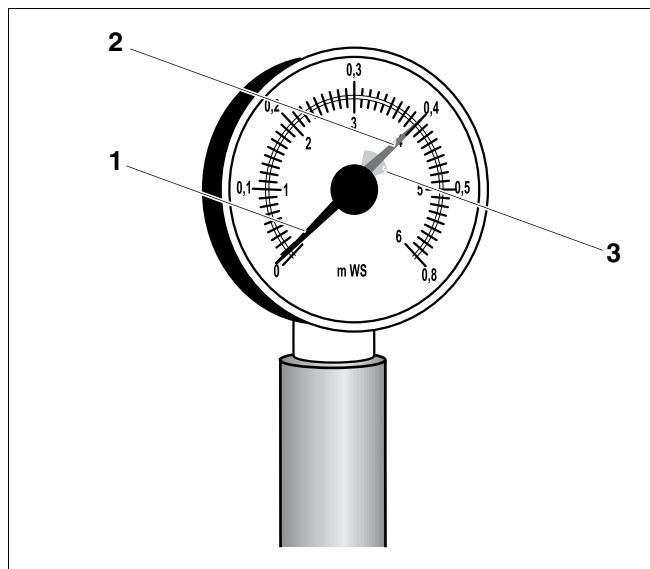

Fig. 77 Hydrometer til åbne anlæg
Ved åbne anlæg skal hydrometerviseren (fig. 77, **pos. 1**) stå inden for den røde markering (fig. 77, **pos. 3**).